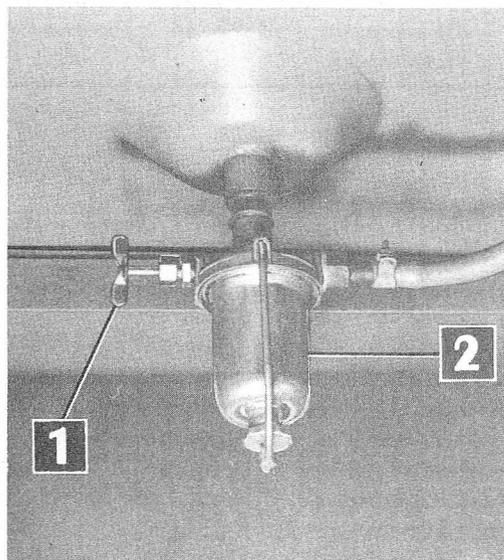

FIG. 38
all'uscita del serbatoio combustibile è installato un filtro a bicchiere (2 - fig. 38) in cui le impurità possono decantare; la pulizia di tale filtro è semplicissima: ricordarsi di chiudere il rubinetto (1) prima di smontare il bicchiere. Rimontare poi il filtro ed aprire il rubinetto.